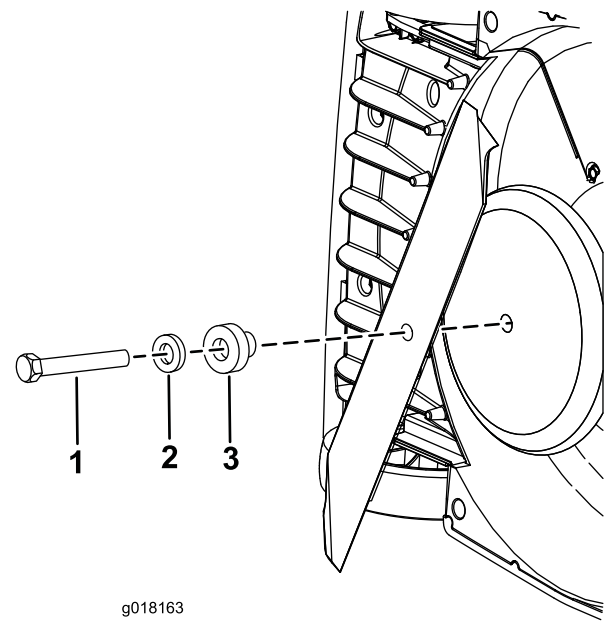

Figure 24
5. Retirez le boulon, la rondelle et l'entretoise, puis déposez la lame (Figure 24).
7. Fixez la nouvelle lame en place au moyen du boulon, de la rondelle et de l'entretoise retirés précédemment (Figure 24).